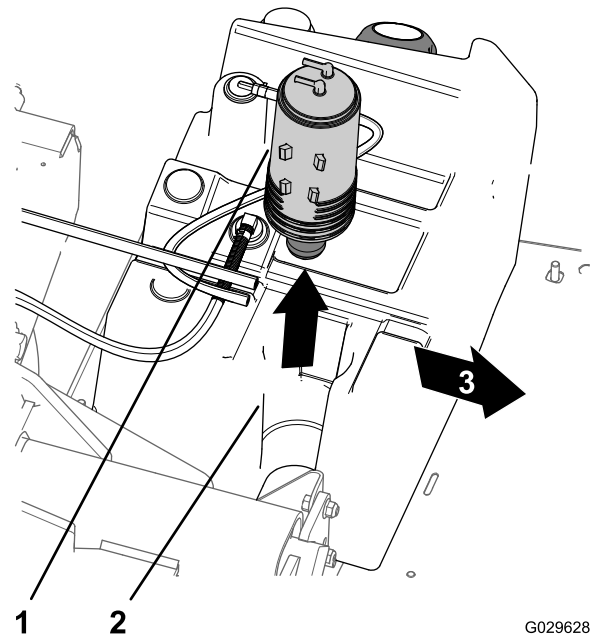

図 44
- 燃料タンクのマウントからカーボンキャニスタを取り出す 図 44。
- 新しいカーボンキャニスタを、燃料タンクのマウントに取り付ける二つのフィッティングPurgeと Fuel tankを後ろに向けて取り付ける 図 44。